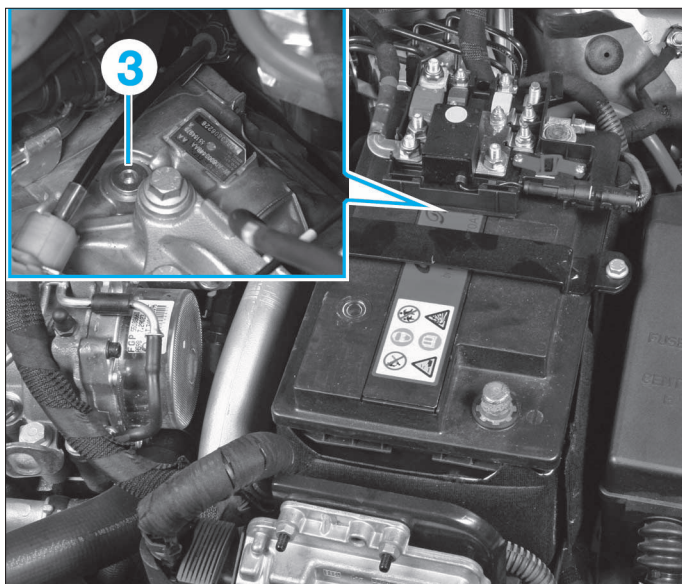

FIG. 9
- Déposer le bouchon de remplissage (3) (Fig.9).